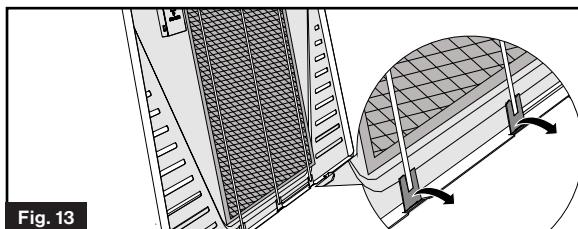

Fig. 13
3. Pour retirer le filtre, soulevez les languettes de la tige du filtre (6 au total), puis retirez la tige du panneau du filtre. (Fig. 13)
4. Répétez l'exécution des étapes 4 à 1 de la section « Support métallique » pour remettre en place le panneau du filtre. Voir la figure 13 pour connaître le processus de remplacement du filtre et du support métallique.